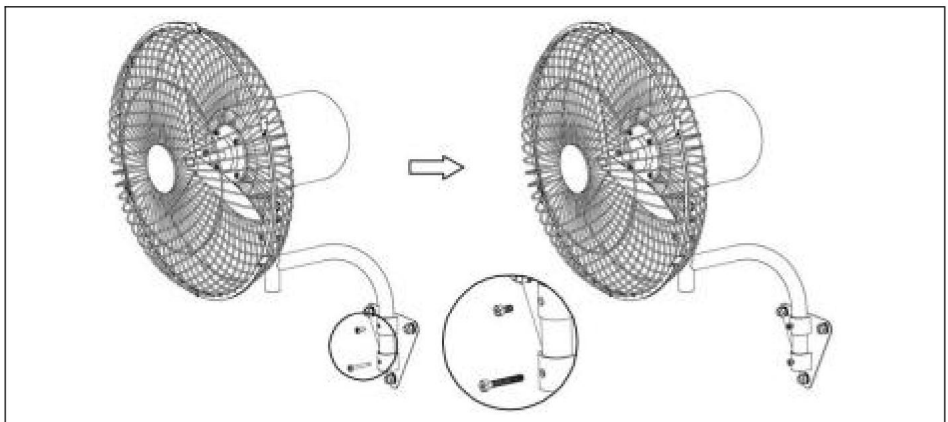

Fig. 9.
2). Installera fläkthuset på väggpanelen (2) och lås sedan fästskruvarna1(4) och fästskruvarna2 (5). Observera att skruvhålen på fästet ska motsvara skruvhålen på den vägghängande panelen. Se (Fig.9.).